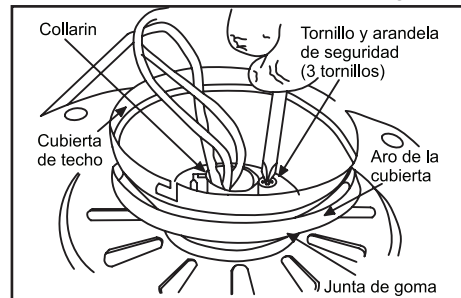

Figura 11
5. Coloca la junta de hule sobre los tres tornillos restantes, pasa los cables que salen de la parte superior del motor del ventilador a través de la abertura de la cubierta (asegúrate de que las aberturas de las ranuras estén hacia arriba) y luego coloca la cubierta del techo sobre el collarín de la parte superior del motor (Figura 11).
6. Alinea los orificios de montaje con los orificios del motor y ajusta, utilizando los tres tornillos y las arandelas de seguridad que se retiraron en el paso 4 (Figura 11).